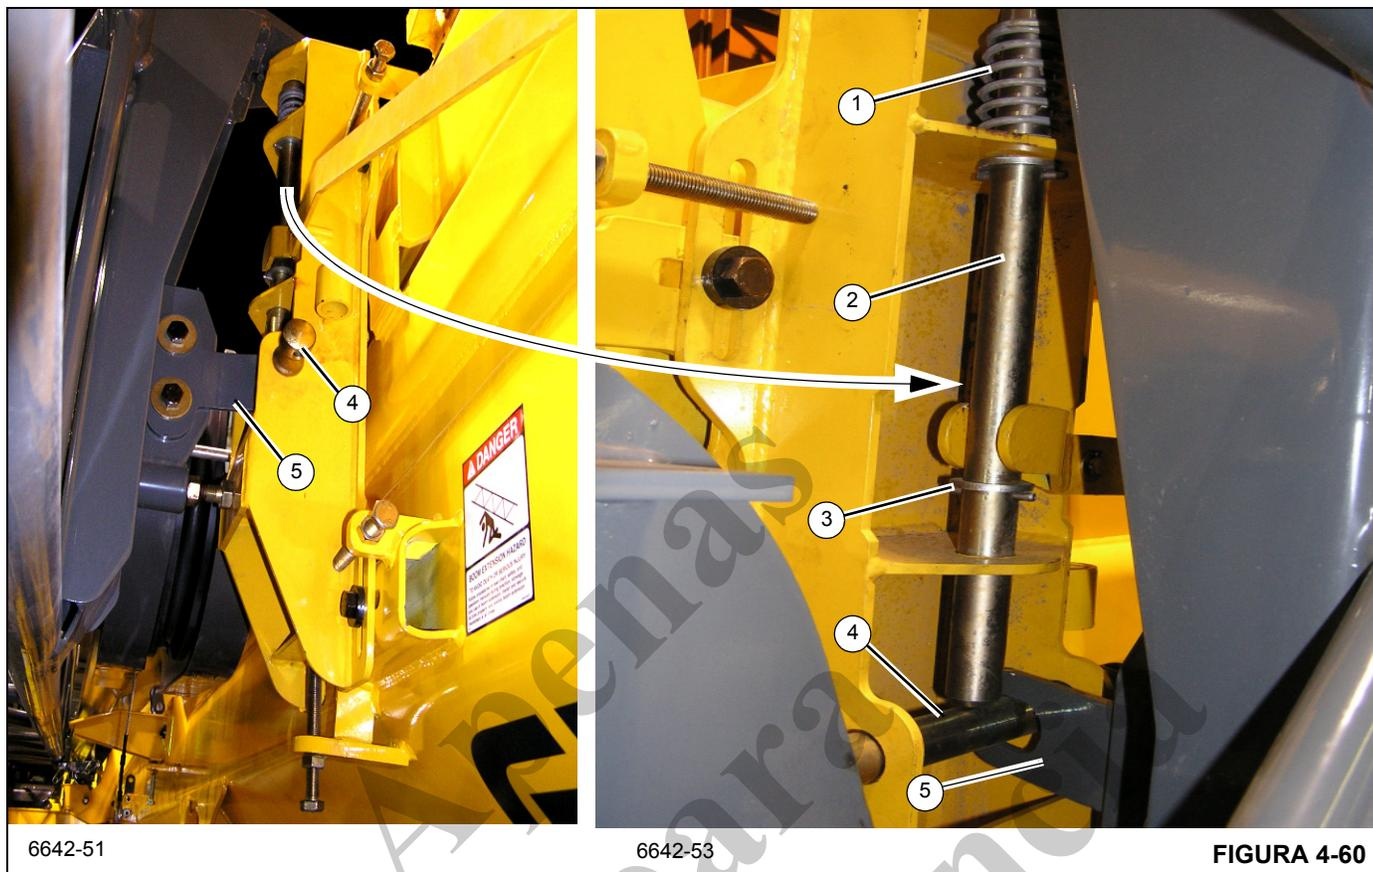

FIGURA 4-60
Se o pino de trava dianteiro com mola (2) (Figura 4-59) e (2) (Figura 4-60) não engatar na extensão da treliça de 33 pés (1) (Figura 4-59), **PARE**. NÃO continue a armazenar as extensões da lança até que o pino de trava dianteiro com mola (2) tenha sido corretamente engatado e o contrapino (4) (Figura 4-60) também tenha sido instalado corretamente.
Entre em contato com a Manitowoc Crane Care para obter os ajustes corretos se não for possível alinhar a extensão da treliça ao pino com mola (2) (Figura 4-59) e (2) (Figura 4-60) ou ao contrapino (4) (Figura 4-60).
Do nível do solo, verifique visualmente se o pino com mola (2) (Figura 4-60) engatou na extensão da treliça de 33 pés (5). Verifique o engate observando se a mola (1) está estendida. A arruela (3) não deve tocar na placa.
14. Instale o contrapino (4, Figura 4-60) e o grampo de retenção (não mostrado). **NÃO continue a armazenar a extensão se o contrapino (4) não estiver instalado corretamente.** Consulte novamente a nota de PERIGO indicada antes da Etapa 12 deste procedimento.
**Nunca** remova os pinos de armazenamento (1, Figura 4-61) dos olhais do lado direito da extremidade da lança até que a extensão da treliça de 10,1 m (33 pés) tenha sido corretamente posicionada na rampa de armazenamento traseira e fixada no suporte de travamento dianteiro (Figura 4-59 e Figura 4-60).